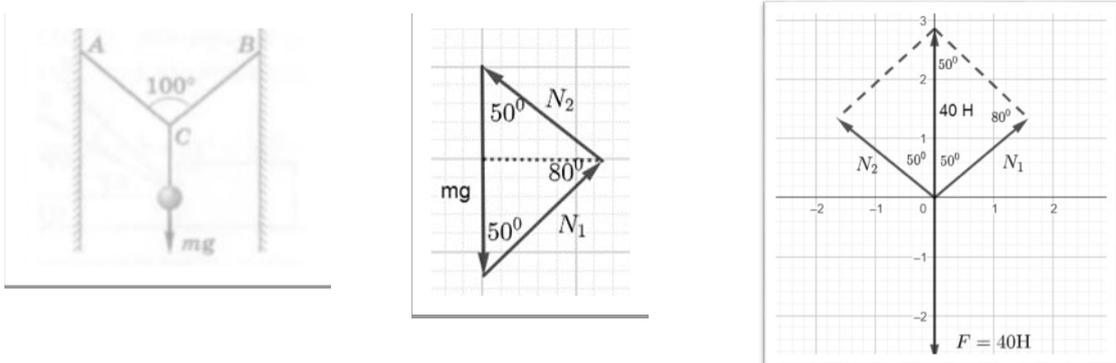

Рис. 11
3.3 Проволока закреплена в точках А и В, а в точке С приложена сила $mg = 40 \text{ Н}$ (рис. 11). Найдите усилия на участках АС и ВС, если точки А и В расположены на одном уровне.